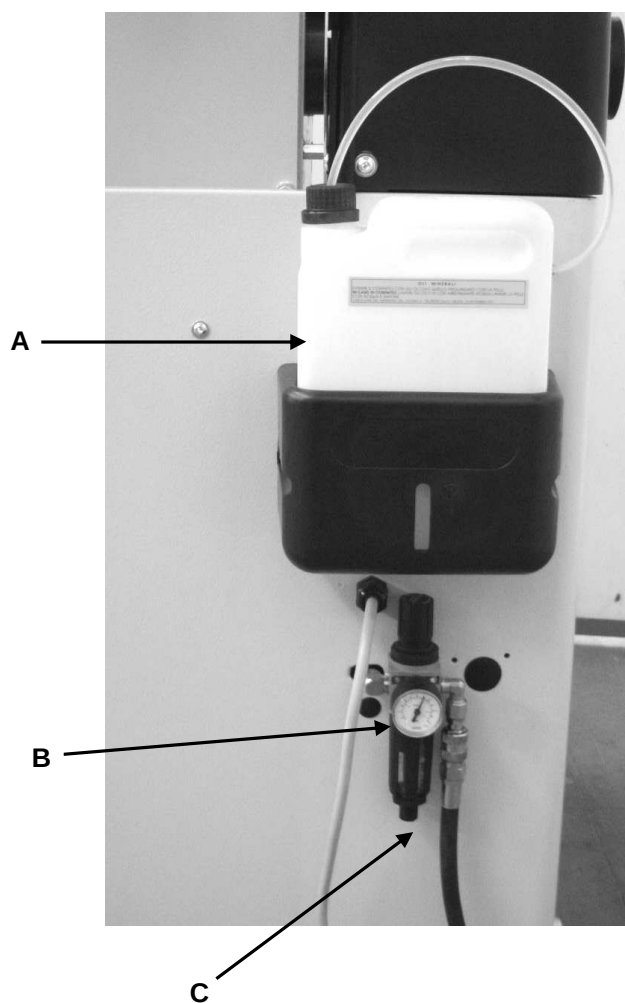

Fig. 10-01
- Controllare il livello dell'olio di lubrificazione del taglio (**Fig. 10-01 - Rif. "A"**)
- Controllare sull'apposito manometro "**B**" il livello della pressione di ingresso dell'aria (**Fig. 10-01**).
Senza scollegare il tubo di alimentazione dell'aria, premere il pomello "**C**" - **Fig. 10-01** verificando che la ghiera relativa sia aperta. Lo scarico della condensa avviene comunque automaticamente (sempre con la ghiera aperta) ogni volta che si stacca il tubo di alimentazione dell'aria.